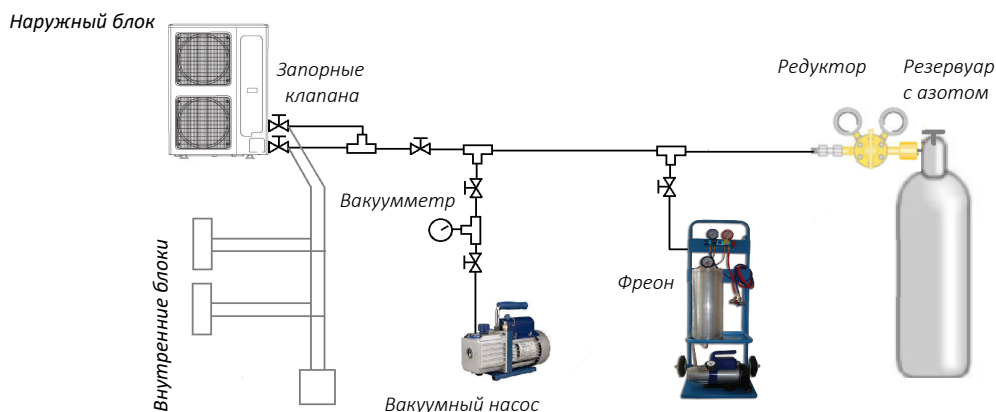

Рис.2.6
- Схема подключений при проверке на герметичность (рис.2.6)**
- Подсоедините шланги манометрического коллектора к портам газовой и жидкостной трубы (см.рис.2.6).